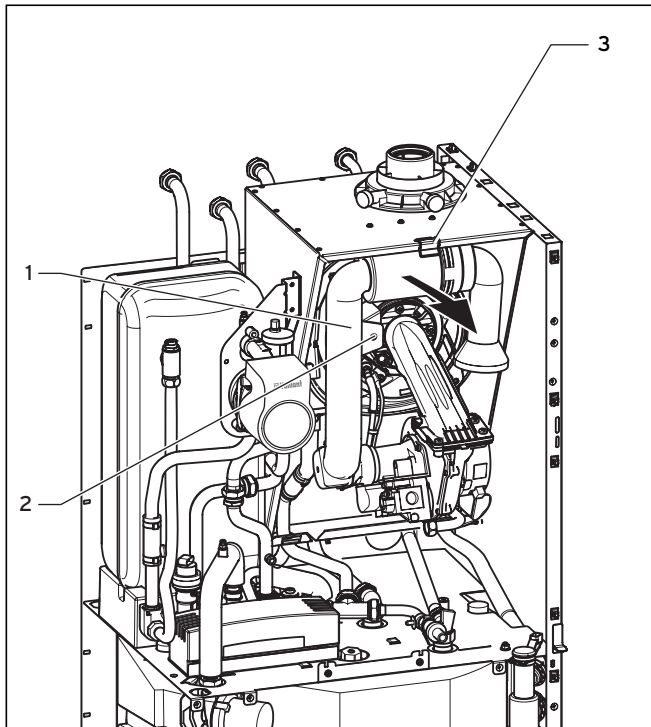

Abb. 6.4 Ansaugrohrverlängerung abklappen
- Klappen Sie die Ansaugrohrverlängerung (2, Abb. 6.4) wieder nach oben.
- Befestigen Sie die Ansaugrohrverlängerung (2, Abb. 6.4).